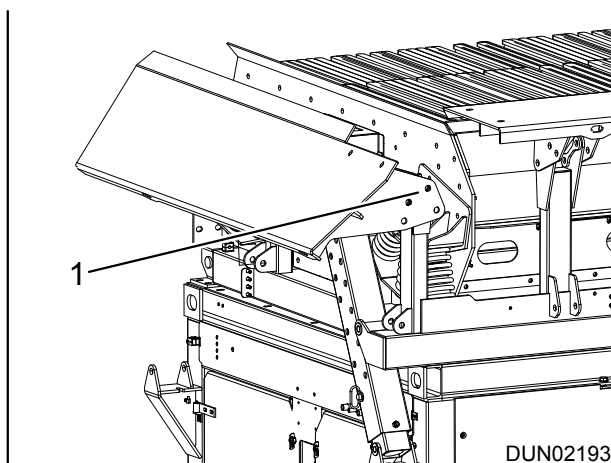

Figure 5.10 - Zijklep in de transportpositie
4. Laat de klep nu in de transportpositie zakken en zet de bout weer op zijn plaats (item 1), zie afb. 5.10.